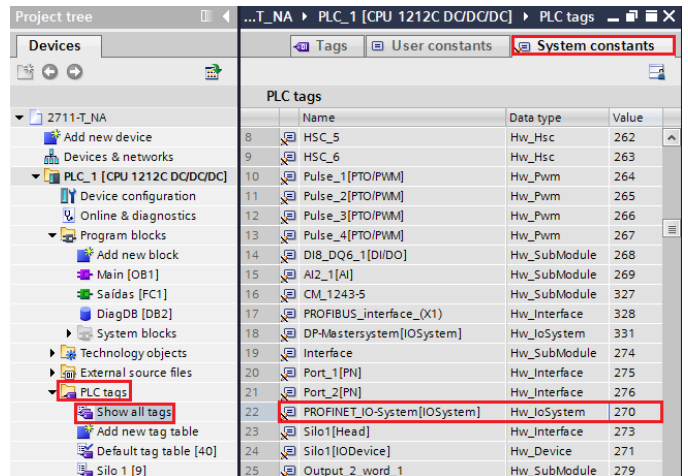

Figura 105 – Constantes do sistema do CLP
*Para localizar qual o valor da variável “LADDR” (HW_IOSYSTEM) selecione “PLC tags → Show all tags → System constants” conforme Figura 105;